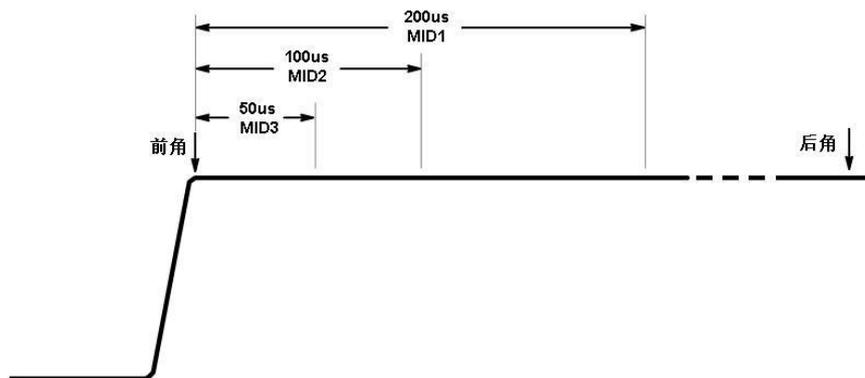

图 2: 补偿区域示意图
- 调整 LF COMP，使脉冲的前角和后角平齐。参考图 2 示意图。